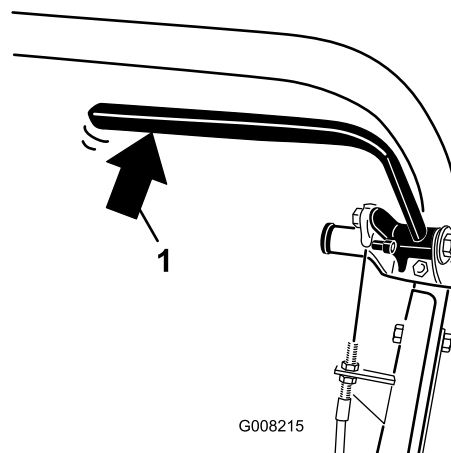

図 38
2. バネばかりで、常用ブレーキレバーを後ろから押す 図 38。約13.5-18 kg の力でブレーキが解除されれば適正である。約13.5-18 kg の力よりも小さい力でブレーキが解除される場合にはブレーキケーブルの調整を行う。